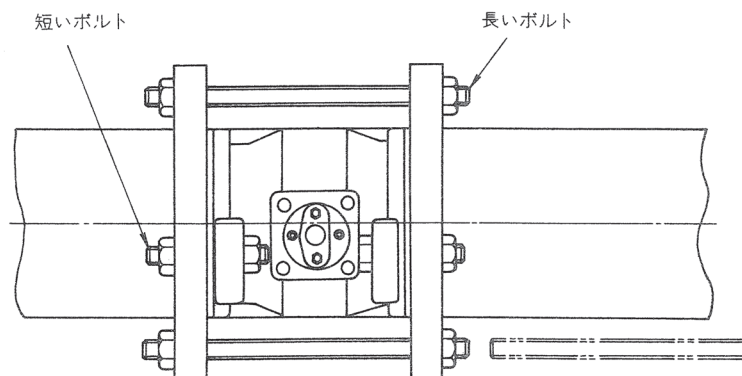

図 2-3 配管への取り付け
- (1) 手動装置が付属されている場合、バルブを取り付ける前に手動装置を組み付けてください。組み付け方法は4-7項を参照してください。
- (2) バルブを取り付ける前にバルブ前後の配管内のスケール溶接チップを取り除いてください。
- (3) 弁本体部の下半分の通しボルトを通して、その上に本体を載せます。
- (4) 配管用ガスケットをセットし、上半分のボルトを通してください。ボルトについては図2-3と表2-2を参照してください。